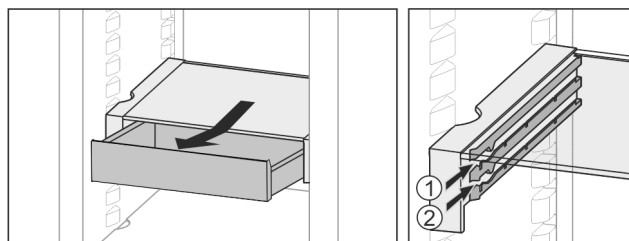

Fig. 20
- ▶ Вкарайте го на височина по избор Fig. 20 (1) или Fig. 20 (2).